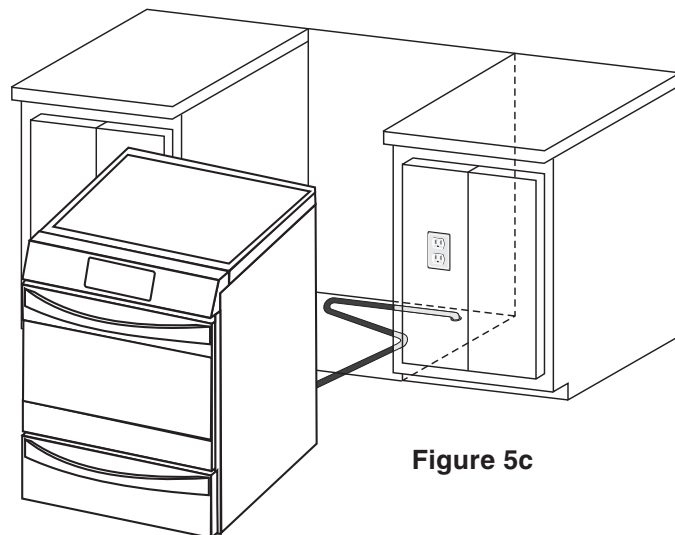

Figure 5c
3. Fixez le connecteur flexible (C) et/ou le conduit de l'appareil au raccord (D) du côté gauche de la valve d'arrêt de l'appareil en utilisant **EFFORT DE SERRAGE QUI NE DÉPASSE PAS 15ft./lbs.** Assurez-vous de bien stabiliser le raccord à l'aide de la clé à tuyau avant de serrer le connecteur flexible et/ou le conduit de l'appareil.
4. Installez un raccord (B) à la valve d'arrêt manuelle.
5. Attachez le connecteur flexible (C) au raccord (B) installé sur la valve d'arrêt manuelle (A).
7. Formez le connecteur flexible tel qu'illustré à la figure 5c afin d'éviter que le connecteur se trouve pincé ou qu'il empêche de pousser l'appareil à sa position finale.